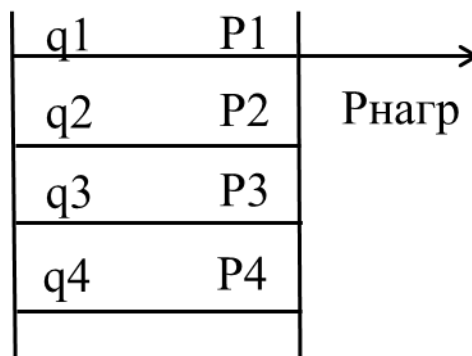

Рис. 2. Схема электропередачи
**Задача 2.** Вычислить вероятность передачи электрической мощности  $R_{нагр}$  и  $R_{нагр}/2$  в соответствии с исходными данными и электрической схемой (табл. 2, рис. 2).